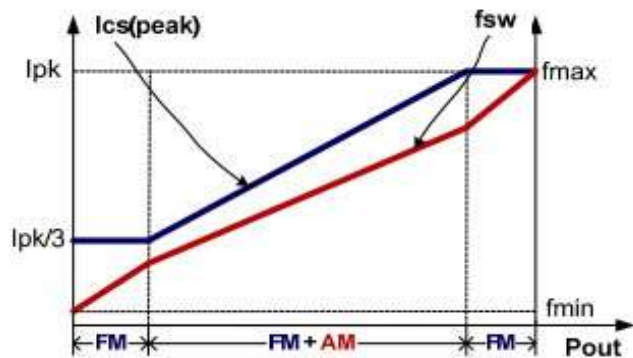

图4
为了满足平均系统效率和空载功耗的严格要求，RM3360T 采用了调频 (FM) 和幅度调制 (AM) 混合，如图 4 所示。在满载的情况下，系统以 FM 模式行。在正常轻负载条件下，IC 工作在 FM+AM 模式，以实现出色的调节和高效率。当系统接近零负载时，IC 再次进入 FM 模式工作，以降低待机功耗。这样，空载损耗会小于 75mW。